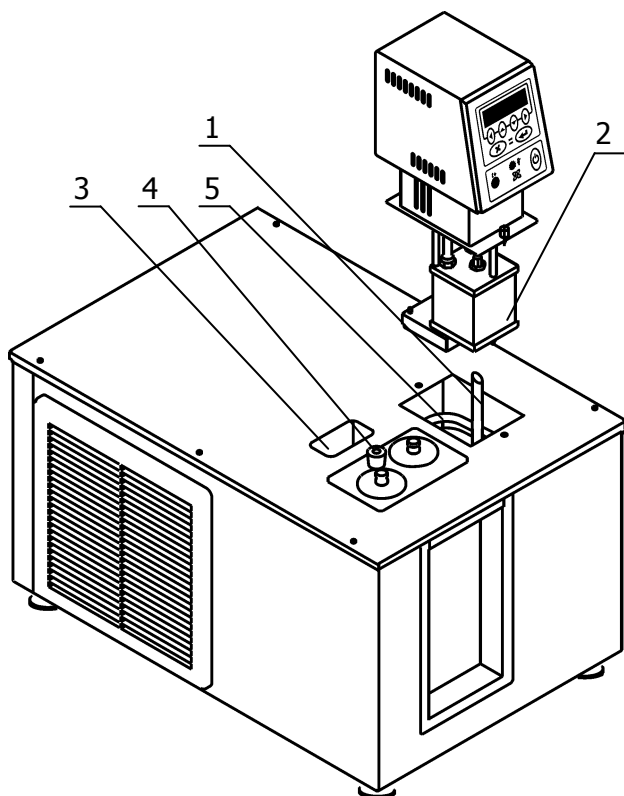
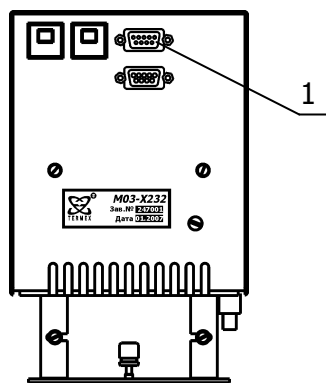
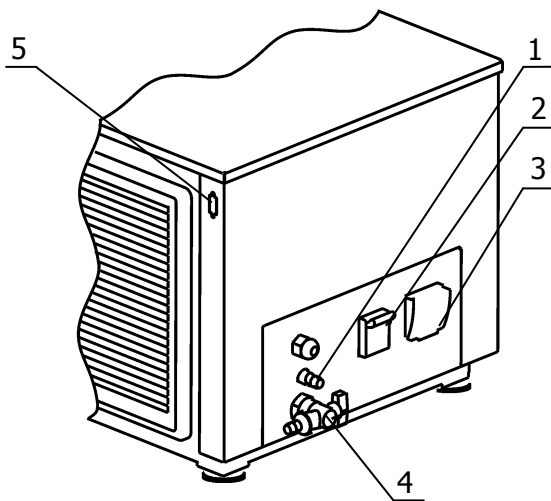

Рисунок 3 — Установка блока регулирования температуры
Рисунок 4 — Задняя панель блока регулирования температуры
Рисунок 5 — Задняя панель корпуса термостата
2.2.3 Вставить выходную трубку 1 (рисунок 3) в соединительную муфту в основании ванны термостата коническим концом вверх, как показано на рисунке 3. Блок регулирования резервуаром 2 насадить сверху на трубку 1, преодолевая при необходимости сопротивление витков теплообменника 5. Погрузить его в ванну до упора и зафиксировать винтовыми фиксаторами на крышке термостата. Соединить блок регулирования температуры (разъем 1, рисунок 4) и холодильную машину (разъем 5, рисунок 5) кабелем из комплекта поставки. К переливному патрубку 1 (рисунок 5) присоединить сливной шланг и опустить его в ёмкость объемом не менее 1.5 л для сбора излишков теплоносителя.
2.2.4 Заполнить ванны термостата теплоносителем (учитывая диапазон температур регулирования, 1.2.6) через одно из отверстий в крышке корпуса термостата. Заполнять ванны следует до момента начала слива теплоносителя из патрубка 1 (рисунок 5).
2.2.5 Вставить вилку сетевого кабеля блока регулирования температуры в розетку 3, расположенную на задней панели ванны термостата (рисунок 5). Подключить термостат к однофазной питающей сети напряжением 220 В. Для этого в лабораторном помещении должна быть установлена электрическая розетка из комплекта поставки термостата.
2.2.6 Светильник из комплекта поставки вставить в отверстие 3. Отверстие 4 предназначено для размещения контрольного термометра (рисунок 3).
2.2.7 Автоматический выключатель 2 перевести в положение включено (рисунок 5).
2.2.8 При проведении работ по очистке термостата, слить теплоноситель через сливной кран 4 (рисунок 5).